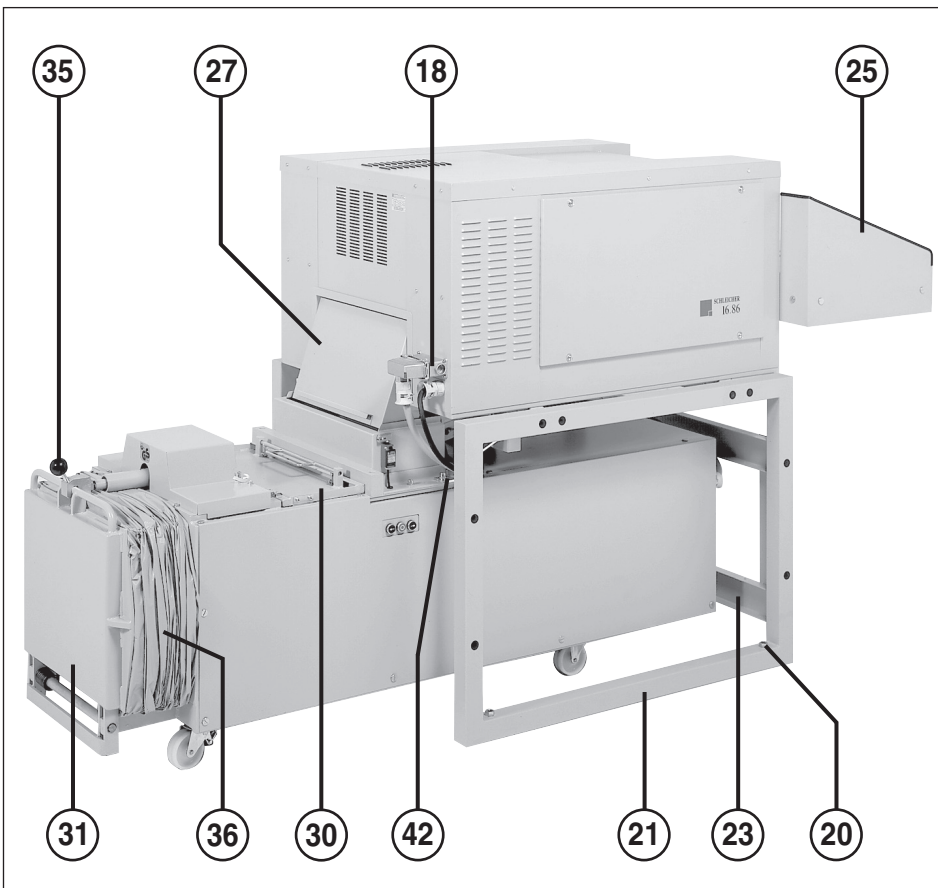

Fig. 2
- 18 = Presa (fig. 2 e 4)
- 20 = Vite di compensazione (fig. 2)